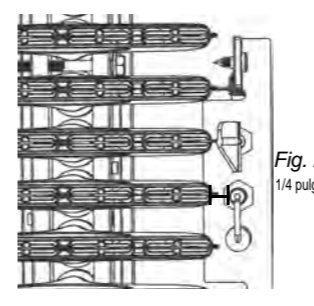

Fig. 2
- Verifique que el pin de ignición esté correctamente espaciado y alineado con el quemador. El pin de ignición debe ser de aproximadamente 1/4" desde el quemador y estar alineado con la parte superior del puerto del quemador (Fig. 2). Confirme que el espaciado está correcto presionando el botón del arrancador y asegurándose que la chispa ocurra entre el pin de ignición y el quemador.